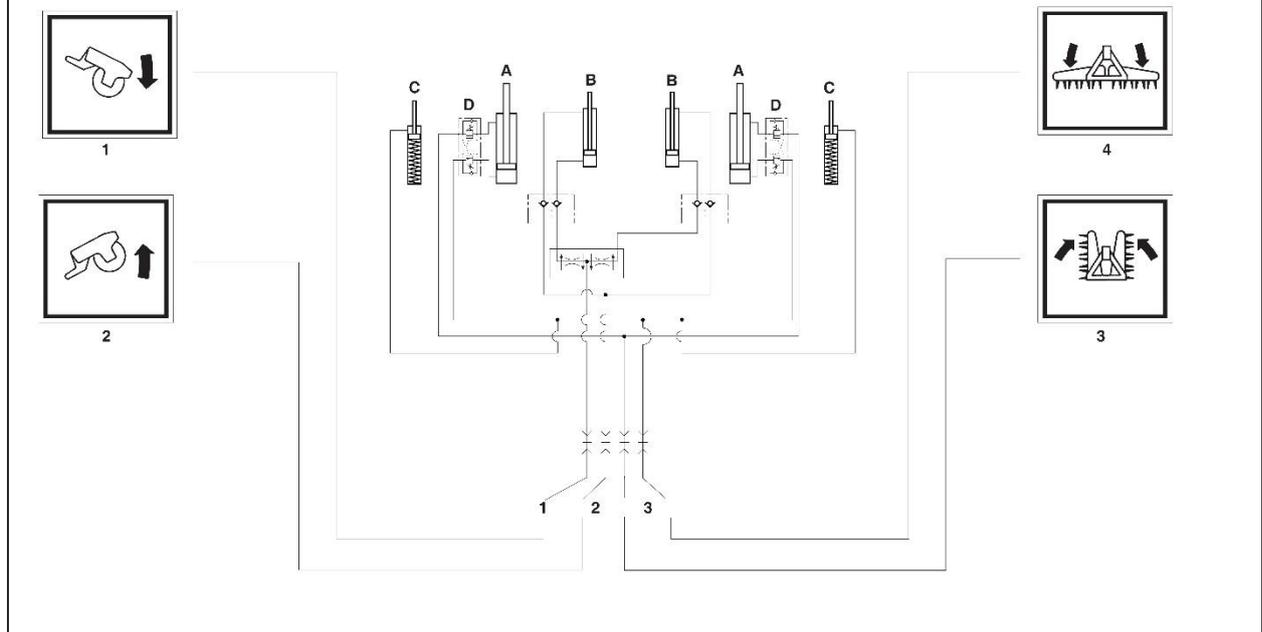

図 19
上記の準備作業が完了したら(トラクターへの3点ヒッチの連結、PTO シャフトの接続)、油圧システム(図19)をトラクターに接続してください。
パワーハローにある油圧ホースにはすべて、図19に示されるように識別ステッカーが付いています。
2つのシリンダ「A」(図19)には、ホースが破損すると働くチェックバルブが備わっています。
- 油圧操作レバーを操作し、ユニットを閉じる油圧回路へ圧力をかけてください。ユニットが垂直位置に達するまで、ホースに圧力を掛けてください(図 19 の 3)。
- トラクターに乗り込み、ユニットを外に開く油圧回路へ油圧制御レバーを作動させてください。圧力がホース 4 に伝わります(図 19)。
パワーハローをトラクターにつないだ後、ローラー調整シリンダを作動させるために、油圧ホースをトラクターに接続してください。オペレータは、トラクターの中から最適な調整を行うことができます。油圧ホースには、以下を示す識別ステッカー (図 19)が付いています。